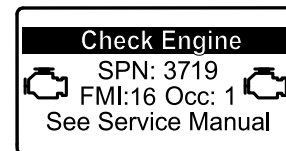

Figure 35
- Si une régénération en stationnement est nécessaire, l'InfoCenter affiche l'avertissement SPN 3719, FMI 16 (Figure 35) et l'ordinateur du moteur réduit la puissance du moteur à 85 %.